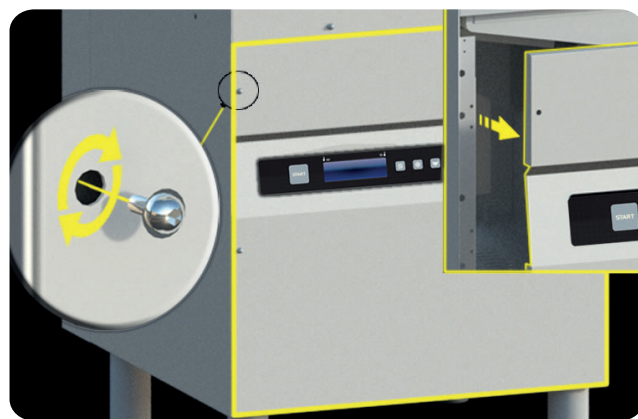

рис. 20
- Снимите панель под дверцей, чтобы получить доступ в технический отсек, открутив винты. (см. **рис. 20**).